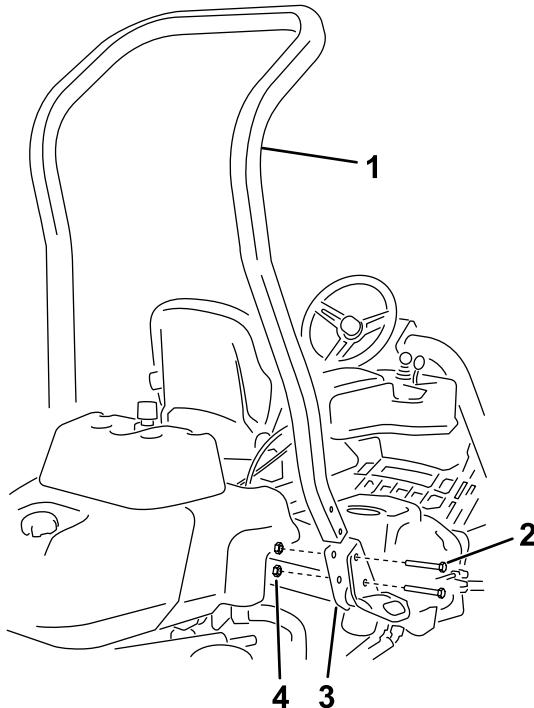

Bild 3
3. Befestigen Sie den Überrollbügel mit vier Schrauben (½" x 3¾") und vier Bundmuttern (½") an den Halterungen für den Überrollschatz an jeder Seite der Maschine, wie in Bild 3 abgebildet.